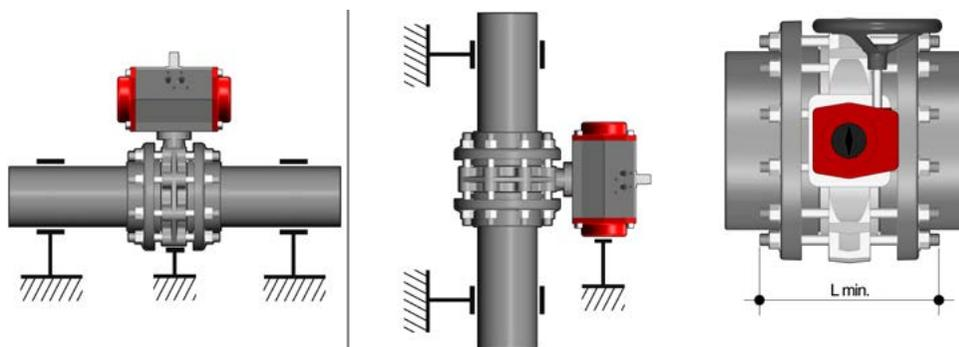

Fig. 1
- Le valvole motorizzate, devono essere adeguatamente supportate (ved. Fig. 1).